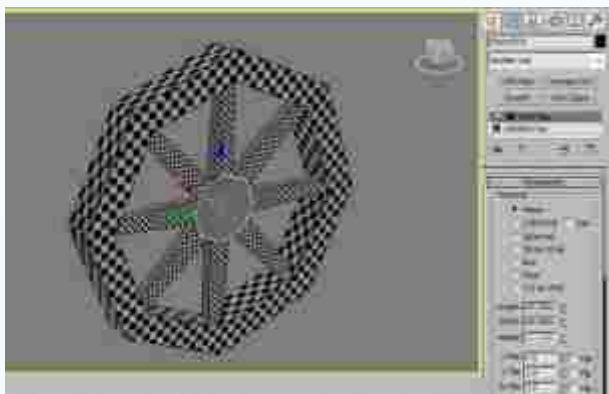

图2-57 调整稳固架的UV大小和位置
(6) 对车轮中心的稳固架进行UVW坐标的设置及编辑。在“编辑UVW”对话框中，单击工具栏中的  (自由形式模式) 按钮，然后适当地调整UV的大小和位置，以棋盘格最大限度是正方形为佳，如图2-57所示。